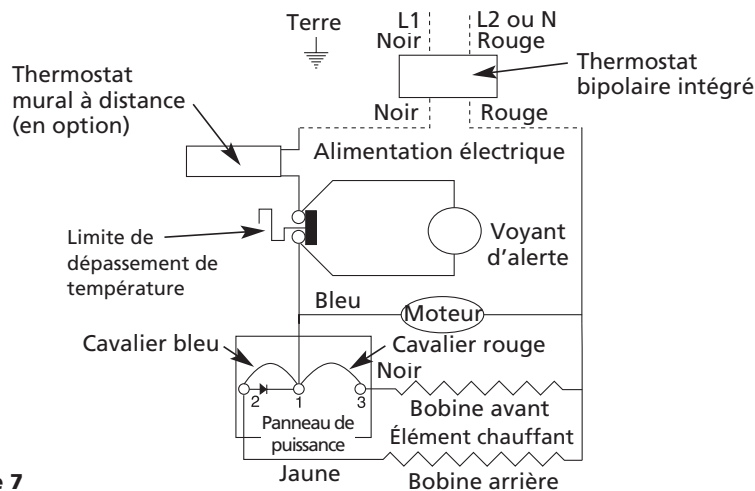

Figure 7
- Connecter un fil rouge et un fil noir du thermostat au câblage d'alimentation, selon le schéma de câblage (Figure 7) en utilisant des capuchons de connexion correctement dimensionnés (fournis).
du thermostat à deux (2) fils noirs du radiateur pour le 240 V ou aux fils noir et blanc du radiateur pour le 120 V avec les capuchons de connexion (fournis). Connecter le fil de terre existant au fil de terre nu avec un capuchon de connexion (fourni) (voir la Figure 7).